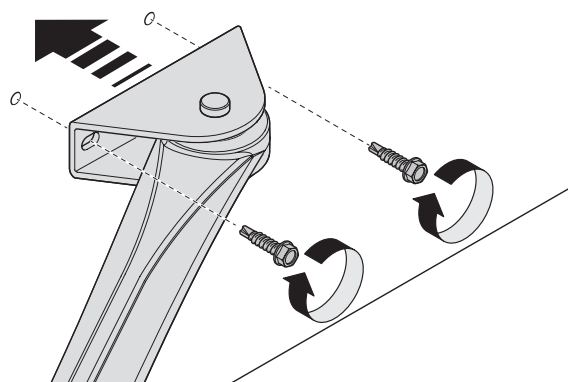

Fig. 11
03. Fixez l'étrier sur la partie solide du vantail du portail **fig.11**.